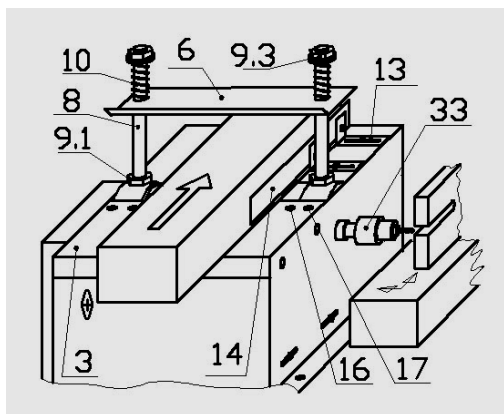

Рис.8
- Вместо пильного диска (см.п.4.1) установить и закрепить фрезу (32), регулируя ее положение шайбами и втулками;
- Установить на станок пильный стол (11) с защитой (5), регулируя его высоту подкладками или шайбами;
- Установить на пильный стол (11) направляющую линейку (14) с регулировочными уголками (13) на необходимом расстоянии от фрезы;
4.5. Концевое фрезерование, сверление. (Рис.8)
- Навернуть на конец вала сверлильный патрон (33);